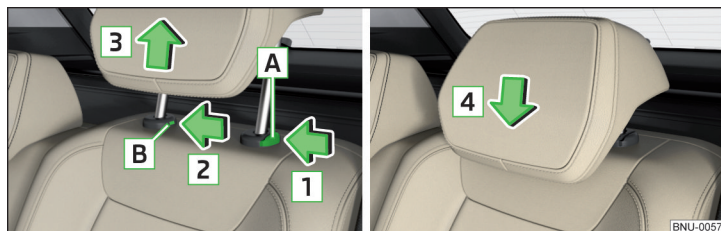

Fig. 98 Extraer / introducir el reposacabezas
- Mantenga pulsada la tecla de seguridad **A** en sentido de la flecha **1**, presionando al mismo tiempo con un destornillador plano (con un ancho de máx. 5 mm) la tecla del seguridad en la apertura **B** en sentido de la flecha **2** y retirar el reposacabezas en sentido de la flecha **3** » fig. 98.
En los asientos VarioFlex se puede retirar solamente el reposacabezas desplazado del respaldo central cuando se mantiene pulsado el botón de seguridad **A** » fig. 98.